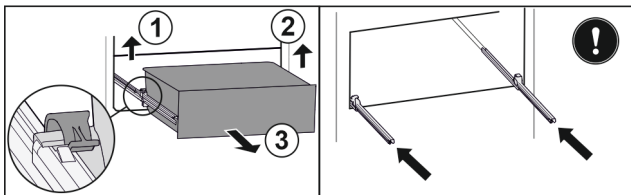

Fig. 166
- Sollevare il morsetto sinistro e allo stesso tempo tirare in avanti il cassetto sinistro. Fig. 166 (1)
- Sollevare il morsetto destro e allo stesso tempo tirare in avanti il cassetto destro. Fig. 166 (2)
- Rimuovere il cassetto tirandolo in avanti. Fig. 166 (3)